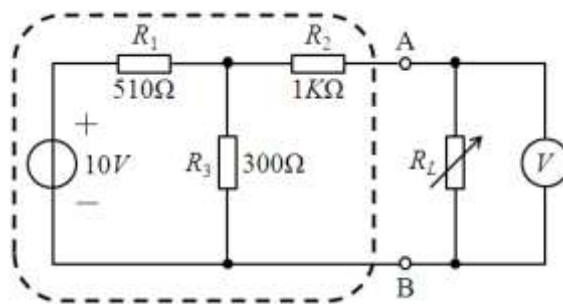

图 2.1
- 1) 测量电路如图 2.1 所示， R_L 为变阻箱，直流稳压电源的输出电压为 10V。